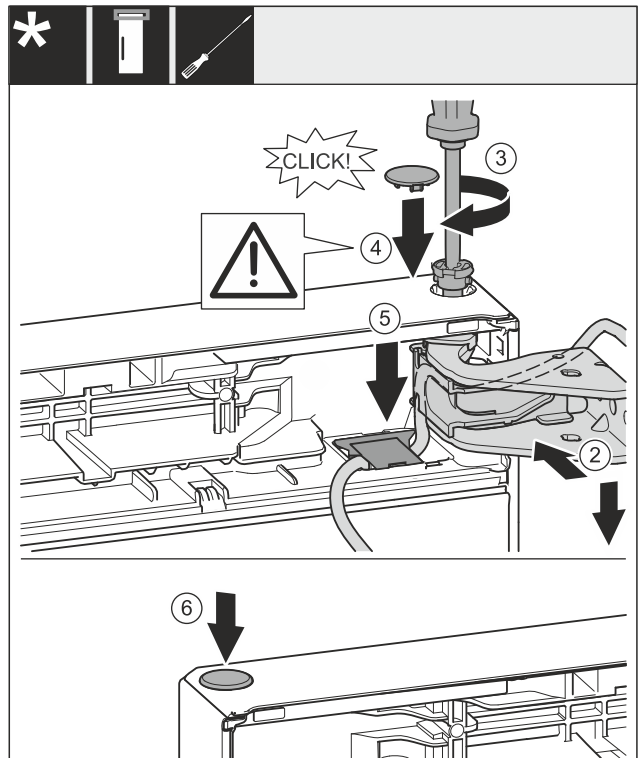

Fig. 31
- ▶ Deur boven naar de opening in het lagerboek uitlijnen. Fig. 31 (1)
- ▶ Bouten insteken en met een schroevendraaier T15 vastschroeven. Fig. 31 (3)
- ▶ Beveiligingsafdekking voor de borging van de deur monteren: Beveiligingsafdekking plaatsen en controleren of deze tegen de deur ligt. Anders de bouten volledig insteken. Fig. 31 (4)
- ▶ Afdekking plaatsen en naar onderen drukken tot deze vergrendeld. Fig. 31 (5)
- ▶ Plug insteken. Fig. 31 (6)